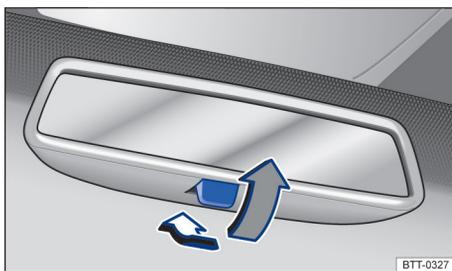

图 70 前风窗上：手动防眩目车内后视镜
- 后拨调整杆即可将车内后视镜调至防眩目状态 → 图 70。